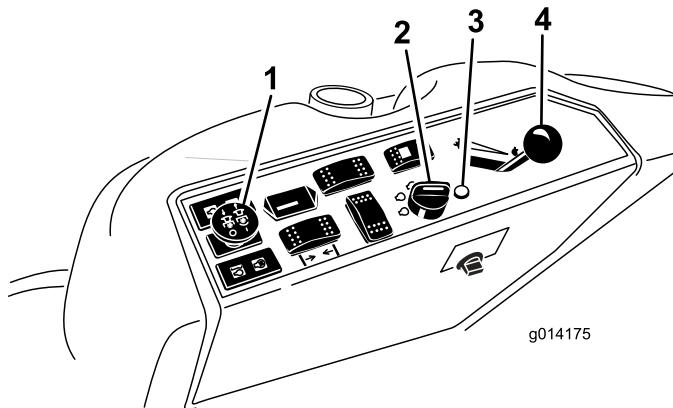

Figura 11
- Mueva la toma de fuerza (PTO) a la posición Desengranada (Figura 11).
- Ponga la palanca del acelerador en un punto intermedio entre las posiciones Lento y Rápido (Figura 11).